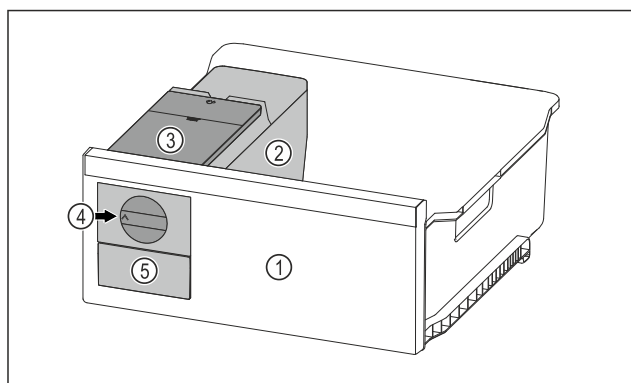

Fig. 127 Immagine a titolo di esempio
- Ruotare la manopola Fig. 127 (4) verso destra finché non si arresta.
- I cubetti di ghiaccio cadono dalla ciotola dei cubetti di ghiaccio nel cassetto dei cubetti di ghiaccio Fig. 127 (5). Se non tutti i cubetti di ghiaccio fuoriescono dalla ciotola dei cubetti di ghiaccio: